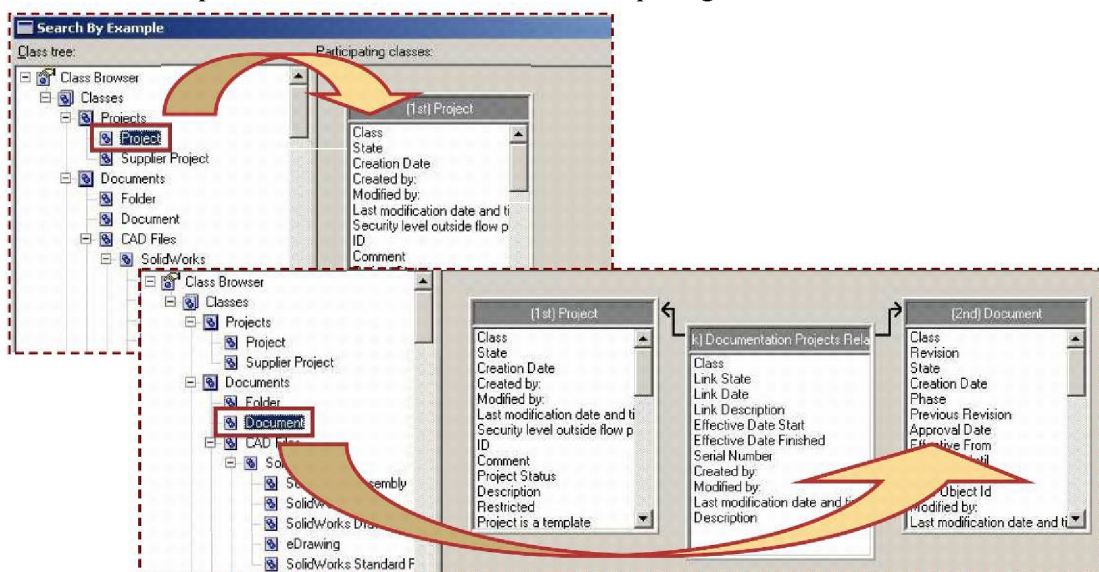

Рис. 80. Поиск по примеру
- Атрибуты связи «Link» между выбранными классами добавляются автоматически (рис. 80).